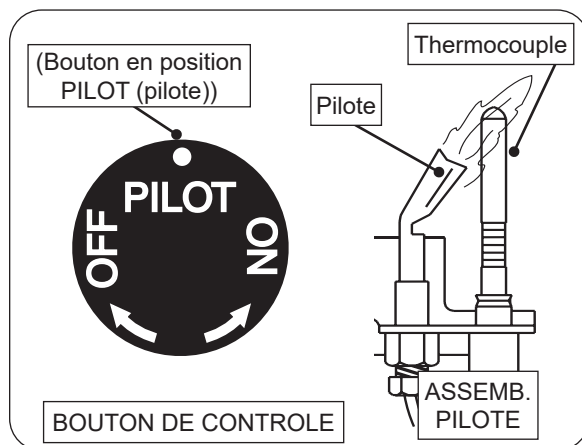

Fig. 53-1 Éclairage pilote
3. Localisez l'assemblage de la veilleuse sur le côté ou à l'arrière du bac du brûleur (voir Fig. 53-1).
4. Tournez le bouton de commande dans le sens antihoraire ↺ sur **PILOT (pilote)**. Appuyez **fermement et complètement** sur le bouton de commande et maintenez-le enfoncé. Tenez une allumette allumée à longue tige / un briquet au butane à long cou près du thermocouple pour allumer la veilleuse. Continuez à maintenir le bouton enfoncé pendant environ une (1) minute après l'allumage de la veilleuse. Relâchez le bouton et il ressortira. La veilleuse restera allumée. Voir la Fig. 53-1. S'il s'éteint, répétez les étapes 2 à 4.